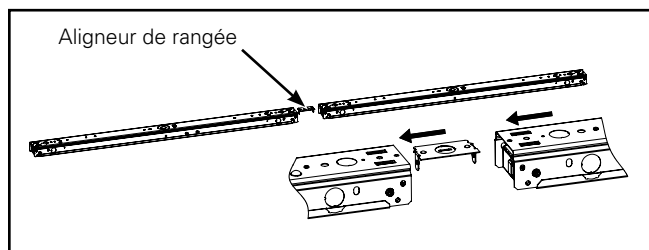

Figure 18.
3. Insérez un aligneur de rangée à l'un des canaux et insérez un autre canal à l'autre extrémité de l'aligneur de rangée. (Figure 18.)